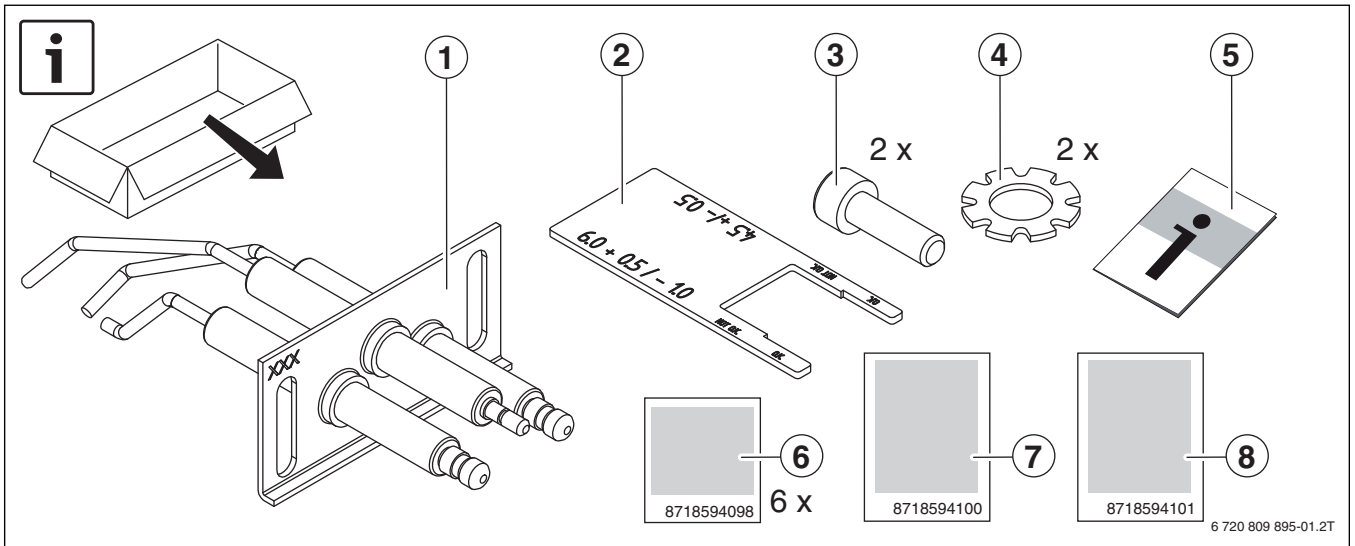

Fig. 1
- ▶ Fäst etiketten i leveransinnehållet på brännarens fördelarblock (→ bild 1, sidan 14: för metallbränslestav [7], för metallfiberbränslestav [8]).
- ▶ Stryk motsvarande ställe i den befintliga installations- och underhållsanvisningen. Fäst etiketten i leveransinnehållet på motsvarande plats (→ bild 1, sidan 14, [6]).